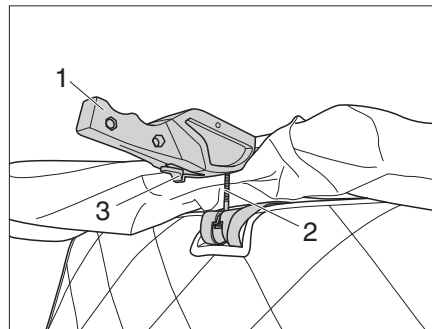

Bild 18 Verriegelungen entspannen
- Sicherungshebel (Bild 18,3) nach vorne drücken und gleichzeitig Verriegelung (Bild 18,1) links und rechts nach unten ziehen.
- Bolzen (Bild 18,2) aus der Aufnahme nehmen.